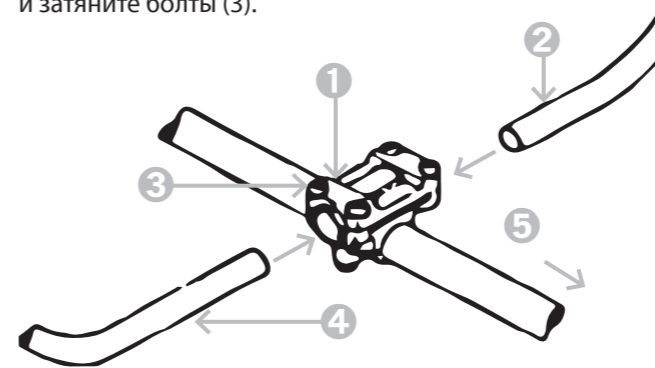

Рисунок 4.1. Установка U-образной рукоятки
Установка U-образной рукоятки (см. рис. 4.1.):
- 1 Ослабьте болты (3) на верхней крышке кронштейна (1).
- 2 Вставьте левую (4) и правую (2) ручки управления
в соединительный кронштейн согласно рис. 4.1. и затяните болты (3).